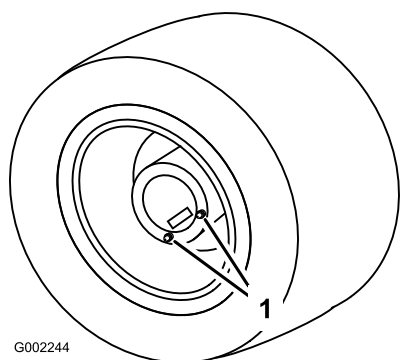

図 77
1. 平らな場所で、後輪のドレンプラグがドレン位置にくるようにして駐車する 図 77。
3. ドレンプラグの下に容器を置き、プラグを外す 図 77。